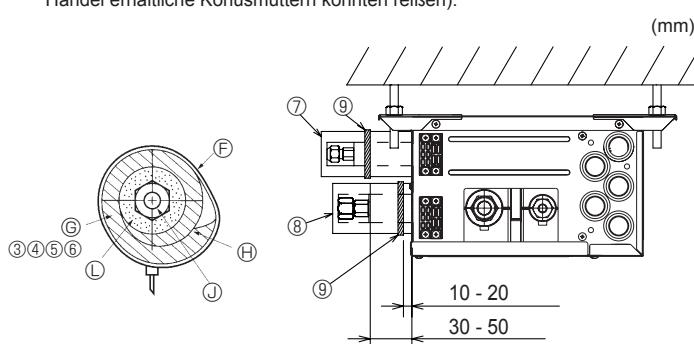
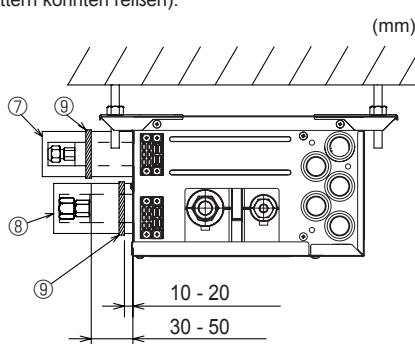

Fig. 7-3
Fig. 7-4
- (1) Nehmen Sie die Konusmuttern und -Kappen vom Verteilerkasten ab.
- (2) Weiten Sie die Enden der Flüssigkeits- und Gasleitungen auf, und tragen Sie Kühlmittelöl (zusätzlich zu erwerben) auf den geweiteten Sitz auf. Tragen Sie kein Öl an den Gewindeabschnitt auf.
- (3) Schließen Sie das Kühlmittelrohr unverzüglich an. Ziehen Sie die Konusmuttern immer mit dem in der folgenden Tabelle angegebenen Drehmoment an, indem Sie einen Drehmomentschlüssel und einen Doppelschraubenschlüssel verwenden.
- (4) Drücken Sie die Rohrabdeckungen ③ und ⑤ an den Flüssigkeitsrohren gegen das Gerät und umwickeln Sie sie, um sie zu befestigen. (Fig. 7-3)
- (5) Drücken Sie die Rohrabdeckungen ④ und ⑥ an den Gasrohren gegen das Gerät und umwickeln Sie sie, um sie zu befestigen. (Fig. 7-3)
- (6) Schrauben Sie die mitgelieferten Schlauchschellen ⑨ in einem Abstand von etwa 10-20 mm von den Enden der Rohrabdeckungen fest(③④⑤⑥).
- (7) Wenn das Innengerät nicht angeschlossen wird, bringen Sie die mitgelieferten Rohrabdeckungen (mit Kappen, ⑦ und ⑧) an den Kühlmittelanschlüssen des Verteilerkastens an, um zu vermeiden, dass Kondensat von den Rohren tropft. (Fig. 7-4)
- (8) Schrauben Sie die Rohrabdeckungen (⑦⑧) mit den mitgelieferten Schlauchschellen ⑨ fest.
- ⑨ Schlauchschelle ⑨
- ⑩ Rohrabdeckungen ③④⑤⑥
- ⑪ Festziehen
- ⑫ Kühlmittelrohr
- ⑬ Wärmeisolierung für Kühlmittelleitung
► Gehen Sie wie folgt vor für die Teile des Verteilerkastens die nicht an einem Innengerät angeschlossen sind. (Fig. 7-4)
- (1) Zur Verhinderung von Kältemittelaustritt sorgen Sie bitte dafür, daß die Konusmuttern gemäß den in Tabelle 3 angegebenen Drehmomenten* angezogen sind.
- (2) Zur Verhinderung von Kondenswasserbildung müssen die Rohrabdeckungen ⑦ ⑧ installiert und mit den mitgelieferten Bändern ⑨ befestigt werden.